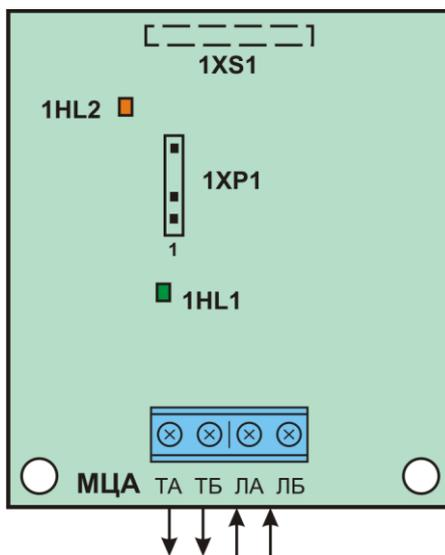

Рисунок 7.11 – Підключення входів та виходів МЦА
- Встановити плату комунікатора на плату БМК приладу, з'єднавши роз'єм 1XS1 комунікатора (рис. 7.11) з роз'ємом ЗХР4 приладу (Додаток Г, рис. Г.1) та зафіксувавши плати між собою тримачами.